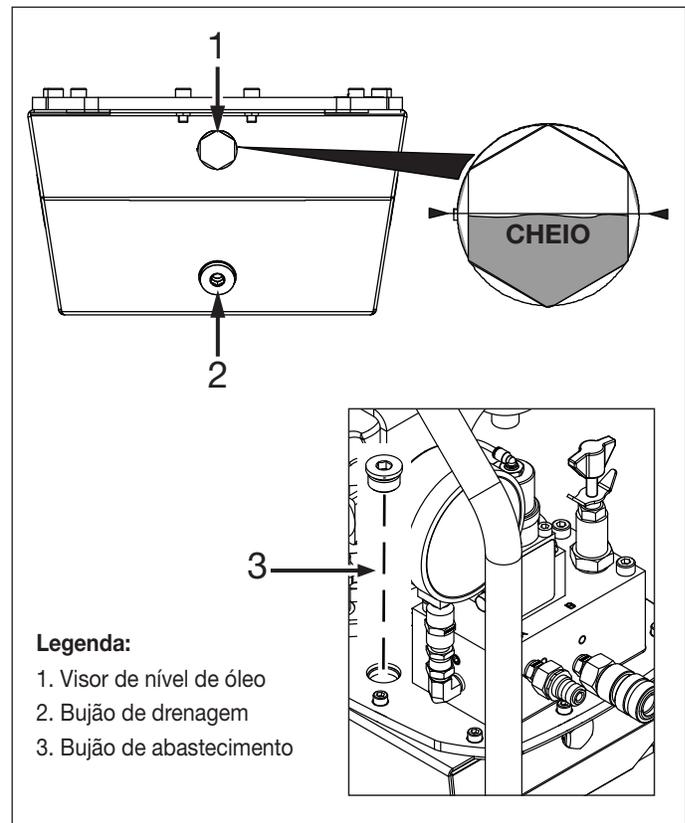

Figura 3: Reservatório hidráulico
O reservatório hidráulico é preenchido com óleo na fábrica. No entanto, o nível de óleo deve sempre ser verificado como precaução antes de operar a bomba. Veja Figura 3 e consulte as seguintes etapas:
1. Se a mangueira de ar comprimido tiver sido previamente conectada à bomba: Certifique que o fornecimento de ar comprimido está desligado e que o manômetro de pressão de ar no filtro/regulador indica zero (0) bar/psi. Garanta que o manômetro de pressão hidráulica também indica zero (0) bar/psi.
2. Com a bomba em uma superfície nivelada, verifique o nível de óleo no visor de nível de óleo na frente do reservatório. O reservatório está CHEIO quando o nível de óleo está na metade entre a parte superior e inferior do visor. Consulte a Figura 3.